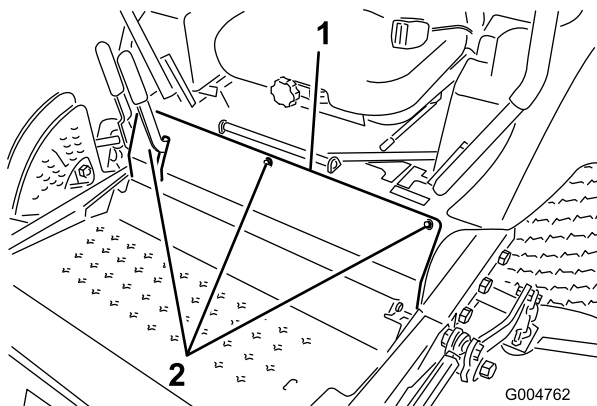

Bild 62
3. Nehmen Sie die Schrauben ab, mit denen die Frontplatte befestigt ist, und nehmen Sie sie ab (Bild 62).